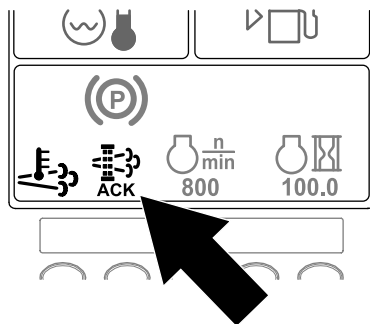

Figura 61
10. L'InfoCenter visualizza la schermata Home e l'icona della rigenerazione (Figura 61) è presente nell'angolo in basso a destra della schermata mentre la rigenerazione procede.